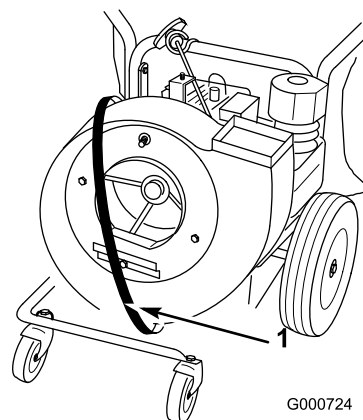

Figura 35
- 10. Infilate la nuova cinghia attorno alla scatola del soffiatore (Figura 35).